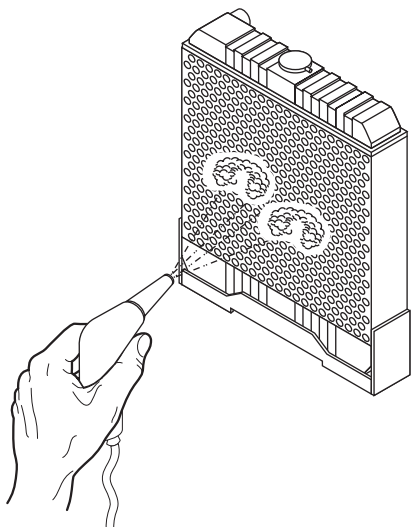

Bild 23. Rengöring av kylare
5. Blås bort smuts och damm från flänsar och kylare med tryckluft på 28 psi (0,19 MPa) eller lägre (Bild 23). Var försiktig så att du inte skadar flänsarna med tryckluften.